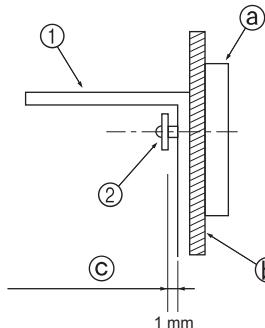

Fig. 3-4
- Сначала прикрепите крепежный кронштейн к стене, и затем затяните винт таким образом, чтобы кронштейн мог плавно передвигаться вверх или вниз. (Fig. 3-4)
① Крепежный кронштейн для предотвращения опрокидывания прибора
② Самонарезающий винт